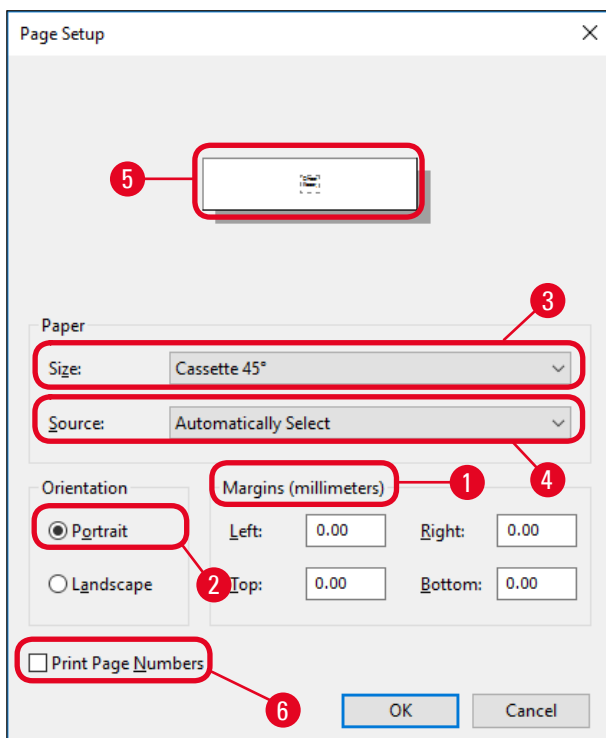

Fig. 45
3. Come prima cosa è necessario selezionare le impostazioni della pagina: Fare clic su **File > Page Setup** (Impostazione della pagina) per aprire la finestra di dialogo **Page Setup** (→ "Fig. 45").